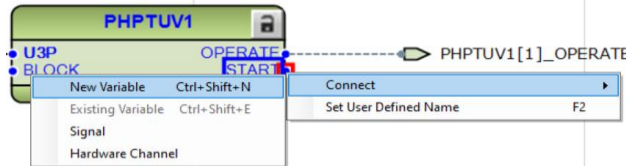

Imagen 266_ Conexión de una nueva variable para el puerto de salida START del bloque PHPTUV1.
4.1.36 Ahora para la segunda salida de “START”, de igual manera daremos clic derecho y seleccionamos “Connect - New Variable” como se observa en la **Imagen 266**.